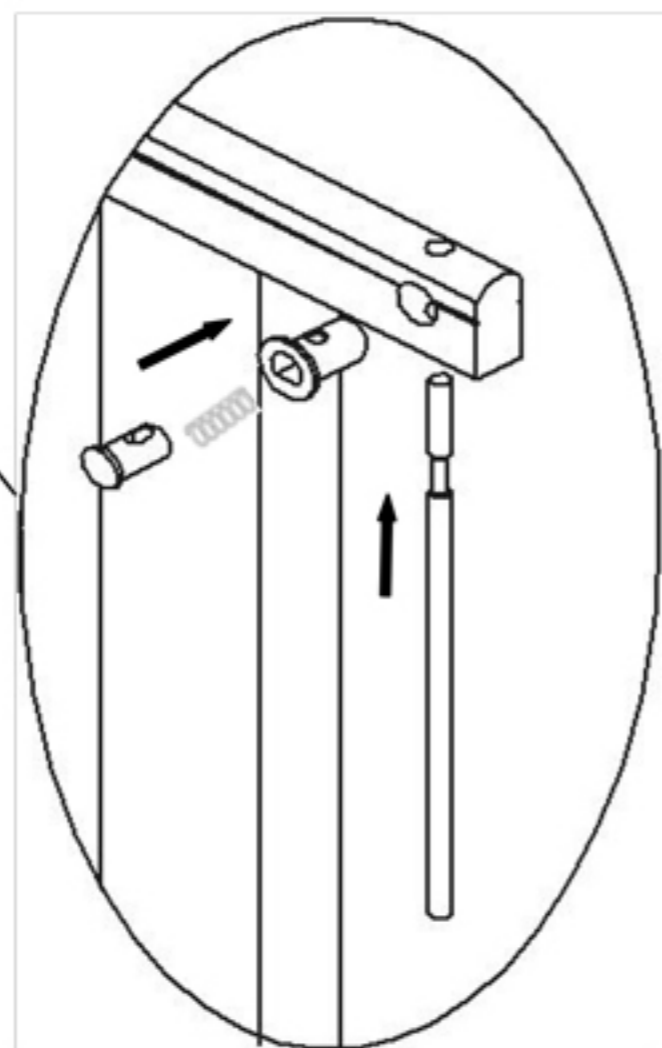

Рис.2
- Установить механизм «Кнопка»(27) в отверстия верхней планки переднего ограждения.Рис.2